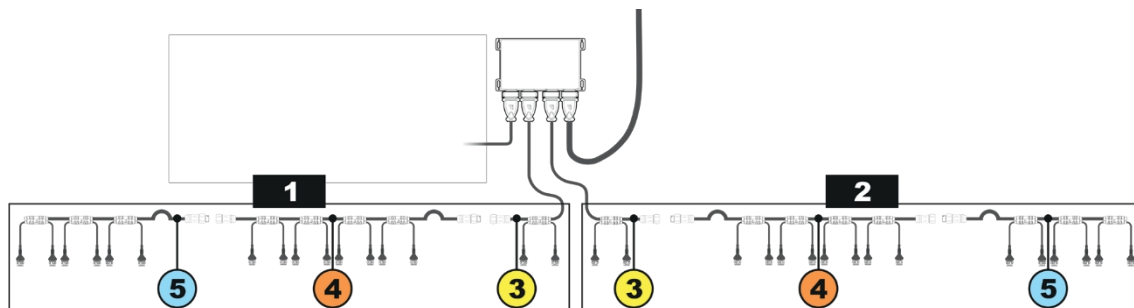

Fig. 14
**1** Seletron-enhederne er forbundet til ECU'en (fig. 14) via to hovedledningsnet (1 og 2), som hver består af tre typer kabler: hovedkabel (3), forlængerkabel (4) og afslutningskabel (5); afslutningskablet er uundværligt for at kunne lukke kredsløbet. **Systemet vil ikke fungere uden et termineringskabel.**